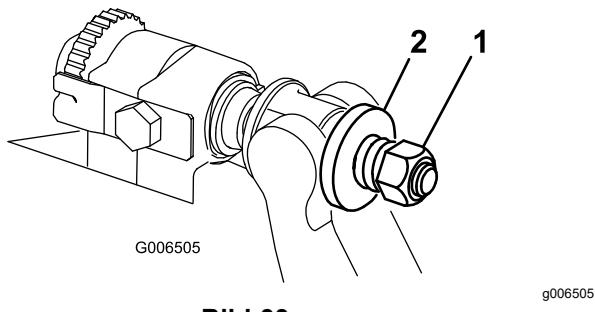

Bild 33
6. Ziehen Sie die Federspannungsmutter an, bis die Feder zusammengedrückt ist, drehen Sie sie dann um eine halbe Umdrehung heraus (Bild 33).